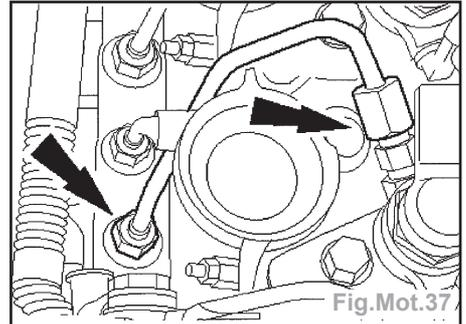

Fig.Mot.37
- Détacher les raccords de canalisation d'alimentation haute pression de l'injecteur et de la rampe d'injection (Fig.Mot.37).